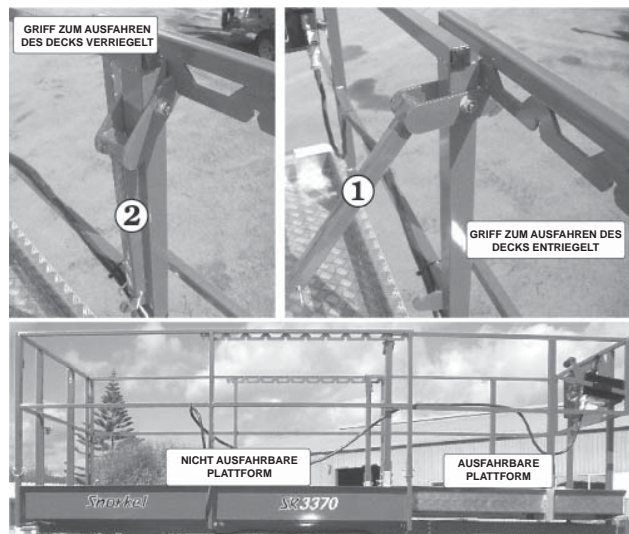

Abb. 8.26
Die ausfahrbare MULTI-Position-Plattform (siehe Abb. 8.26) kann sicher in verschiedenen Positionen verriegelt werden. Die Plattform kann wie folgt in die verschiedenen Positionen gebracht werden:
2. Klappen Sie die Griffe zum Ausfahren der Plattform (an beiden Seiten des Decks je einer) ❶ nach oben, um das Deck zu entriegeln (siehe Abb. 8.26).
4. Klappen Sie die Griffe wieder nach unten, bis sie einrasten ❷ und verriegelt sind (siehe Abb. 8.26).